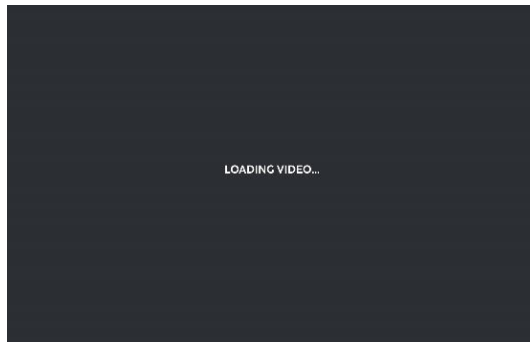

FIGURE 3-5
1. Allumez le R3 SCRUB PRO et notez l'écran 'CHARGEMENT VIDÉO' sur le LCD (Fig. 3-5).